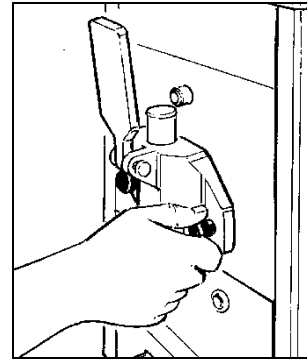

Fig. 7
- Destornille las perillas de fijación y extraiga la brida frontal (fig. 7 y 8).